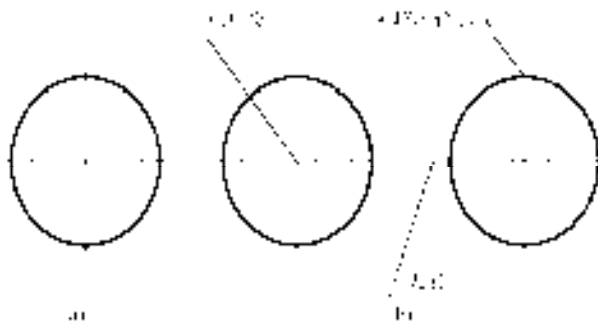

图 1-11 点画线画法
3) 绘制圆的对称中心线时，圆心应为线段的交点。点画线和双点画线的首末两端应是线段而不是短画。建议中心线超出轮廓线  $2\sim 5\text{mm}$ ，如图 1-11 所示。